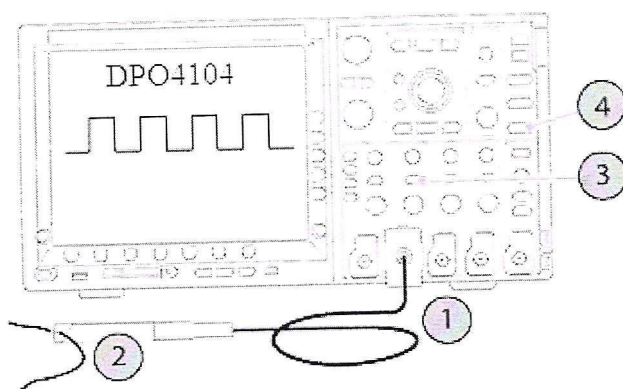

Рисунок 1
8.2.1 Подготовить осциллограф DPO4104 и пробник к работе в соответствии с ТД. Подключить пробник к любому каналу осциллографа (1) (рисунок 1).